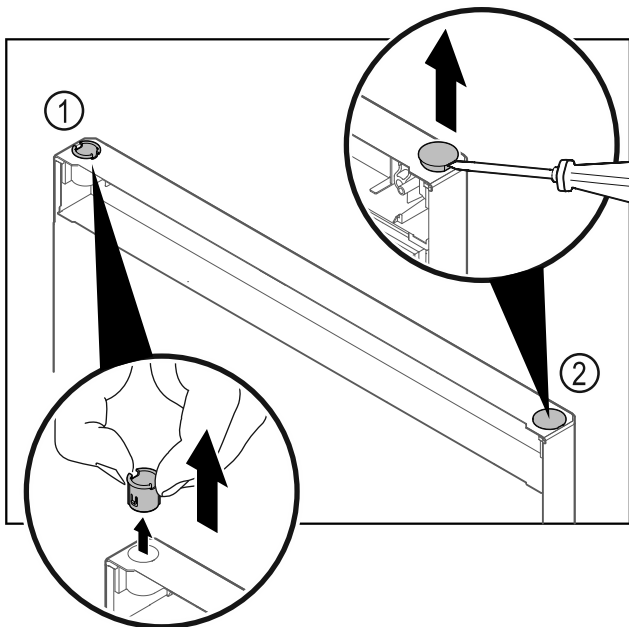

Fig. 20
- ▶ Húzza ki az ujjával a csuklópánt-perselyt Fig. 20 (1).
- ▶ A fedődugót Fig. 20 (2) egy lapos csavarhúzóval óvatosan emelje meg és húzza ki.